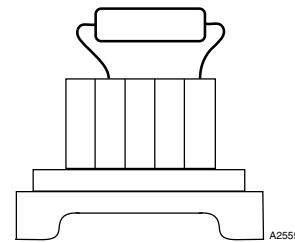

Figura 1 – Instalação do resistor
3. Dobre os condutores elétricos e instale o resistor EOL ou de SCM conforme mostrado na Figura 1.